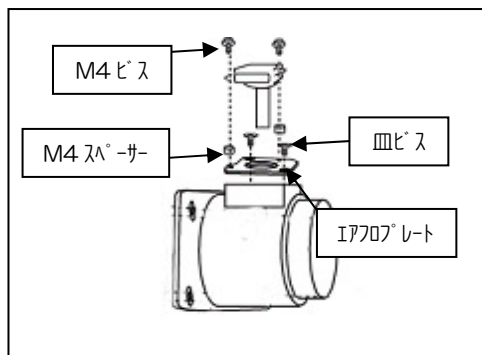

図 4
- ①図 4 を参考にエアフロアダプター、エアフロプレート、エアフロセンサを組み立てます。